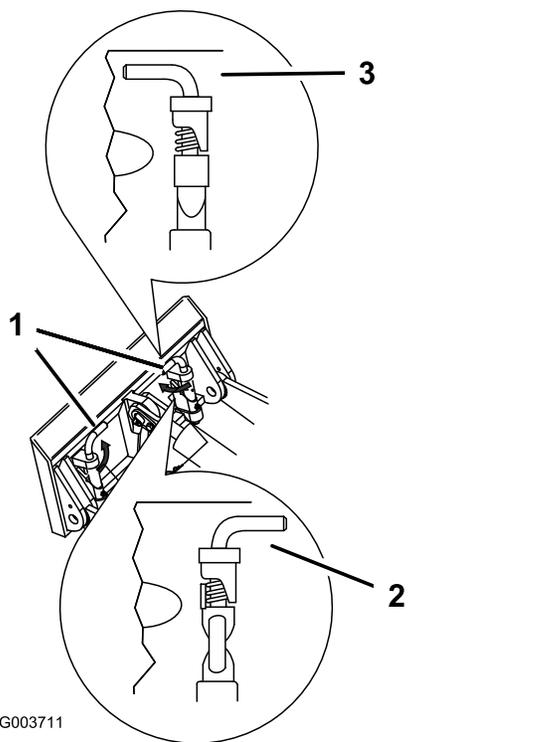

図 17
7. クイック取り付けピンを取り付けプレートにはめ込み、確実にハマっていることを確認する 図 17。